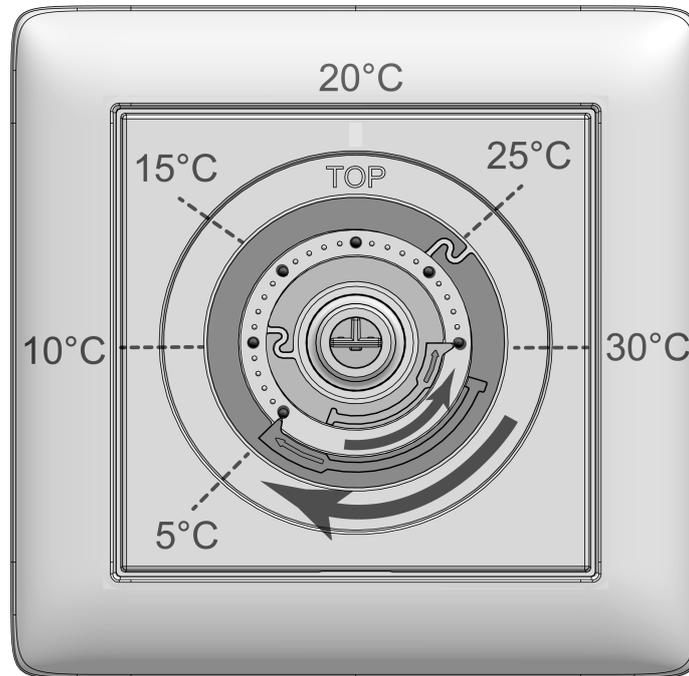

Figura 4: Anillos de ajuste para limitación de la temperatura
En la posición intermedia, el aparato regula la temperatura de consigna a 20 °C. La menor temperatura nominal asciende a 5 °C y la máxima temperatura de consigna a 30 °C (véase figura 4).
- Retirar el botón de manejo (4) de la placa central (3) para que los anillos de ajuste (6) sean visibles (véase figura 4). Los valores de temperatura mostrados en la imagen sirven como orientación.